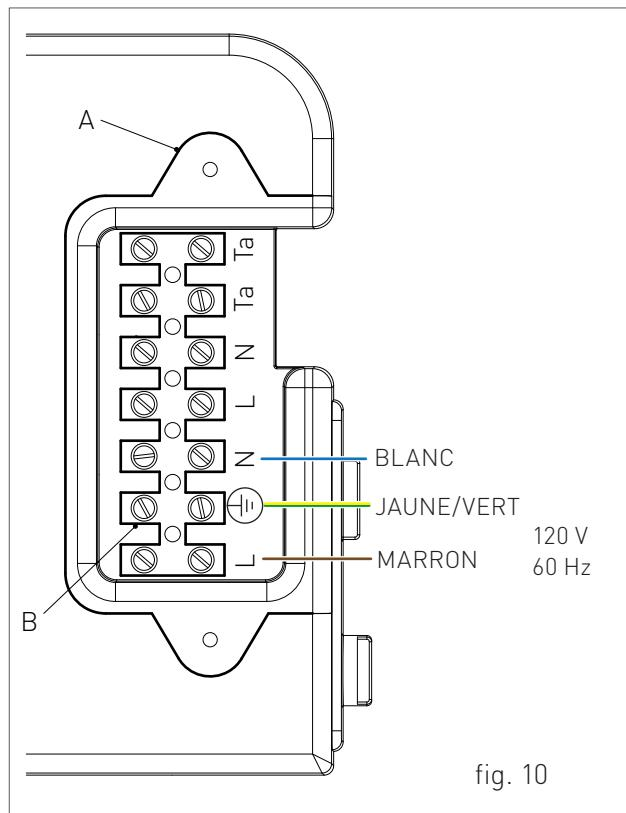

fig. 10
- › desserrer les deux vis et enlever la plaque "A" (voir fig. 10).
- › après avoir enlevé la plaque, brancher les câbles électriques à la borne "B" (voir fig. 10) :